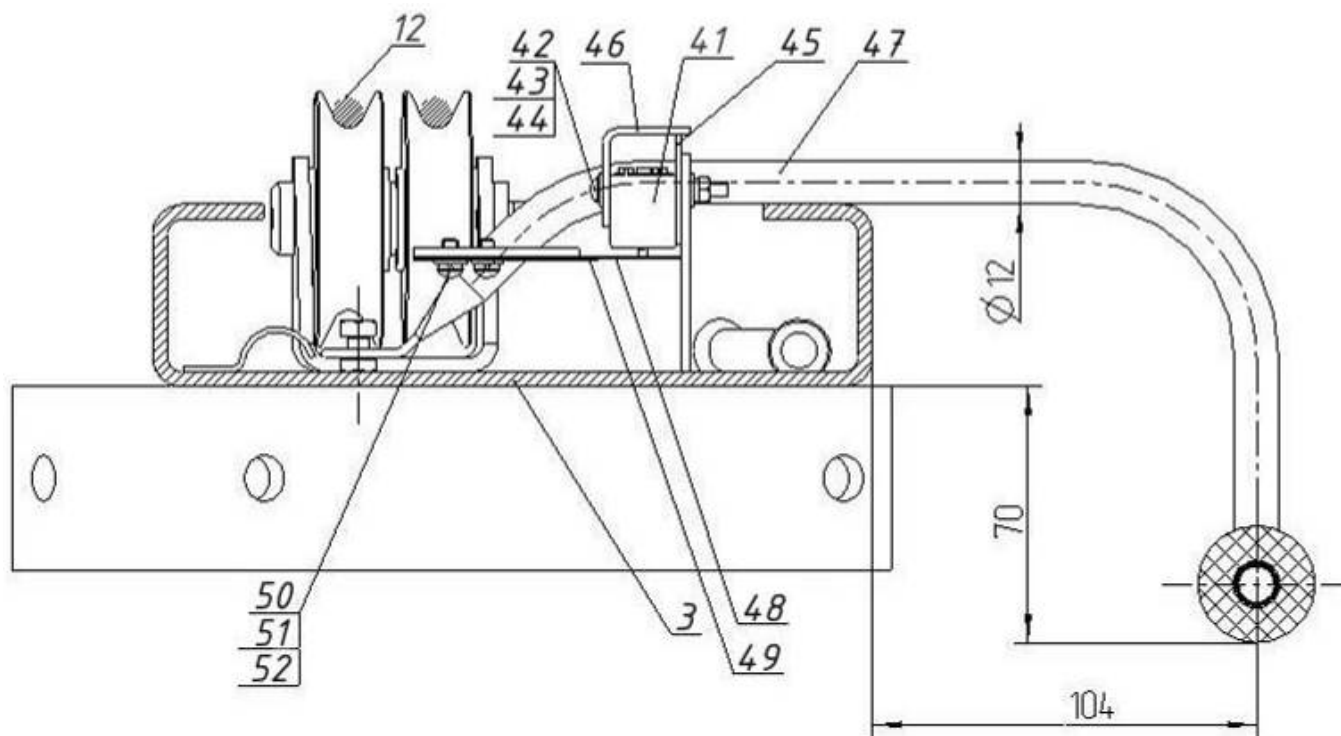

Рисунок 6.7 – Системы автоматического отключения привода насосной станции при касании автомобиля ограничительной дуги
6.12.2 Установить на перекладину 3 ограничительную дугу 47 (рисунок 6.7) с закрепленными на ней пластинчатыми пружинами 48 и 49 с помощью винтов 50, шайб 51 и 52. На перекладину 3 подъемника установить смонтированный на кабеле микровыключатель 41, с помощью винтов 42, шайб 43 и гаек 44. Одновременно установить защитный козырек 46 и защитную прокладку 45.